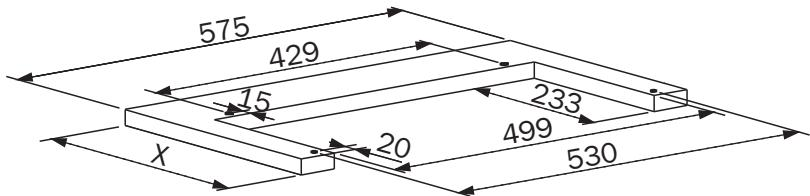

Рис. 1
1. Подготовьте деревянную панель навесного шкафчика для установки вытяжки согласно размеров (Рис. 1). («Х» – ширина навесного шкафчика)